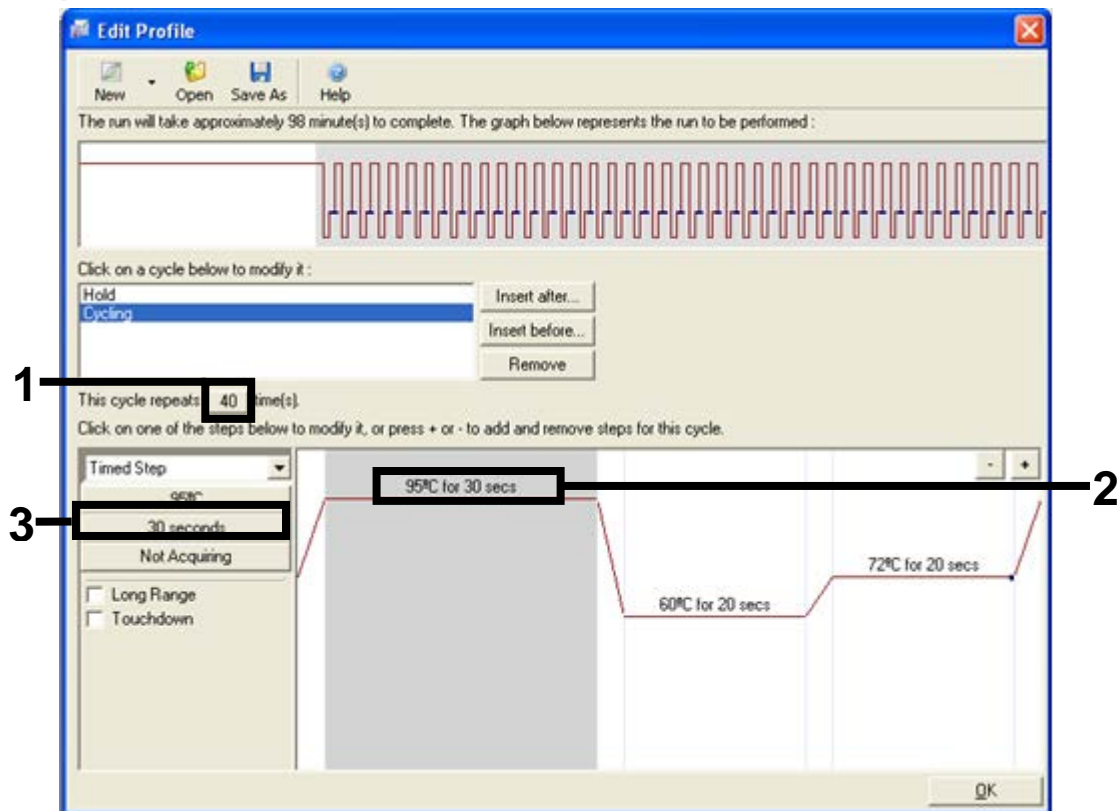

Bild 26. Cyklingssteg vid 95 °C. (1 = ruta för cykelrepetitioner, 2 = temperaturinställning för steg ett, 3 = tidsinställning för steg ett.)
8. Ändra antalet cykelrepetitioner till 40. Välj det första steget och ställ in på "95°C for 30 secs" [95 °C i 30 sekunder] (bild 26).